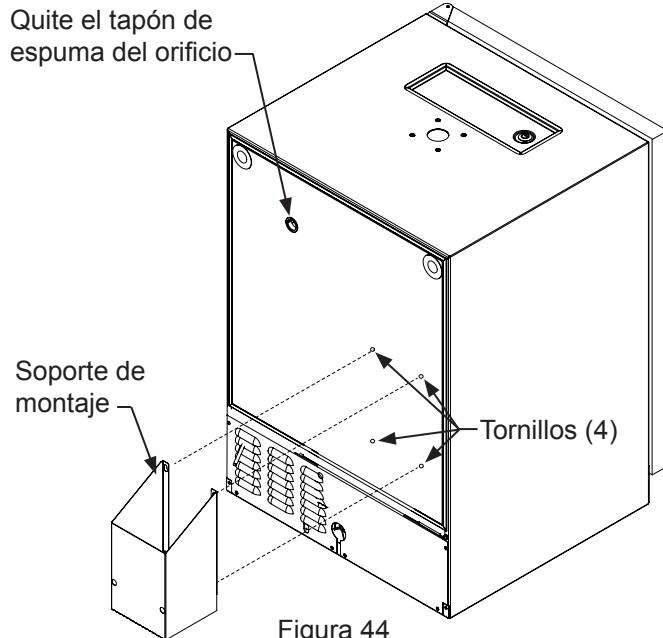

Figura 44
Monte los (4) tornillos (tornillos mecánicos de cabeza plana, #10-32 x ¾"), suministrados con el soporte, en la parte posterior del artefacto. Vea la Figura 44. No los apriete por completo. Coloque las ranuras tipo bocallave de las pestañas del soporte sobre los cuatro tornillos, y apriételos para sujetar el soporte a la parte posterior del gabinete. El soporte puede también sujetarse al gabinete adyacente mediante los tornillos para madera #10 x ¾" provistos.
Los tapones aislantes de espuma suministrados en los orificios son VITALES para el funcionamiento apropiado de la unidad y para evitar la acumulación de escarcha que puede causar daño al contenido de la unidad y/o del refrigerador. SIEMPRE vuelva a sellar el orificio de la línea de CO₂ (Figura 44) con los tapones de aislamiento suministrados después que se hayan instalado correctamente todas las líneas.
Quite el tapón de espuma del orificio, como se muestra en la Figura 44, y pase la línea roja de CO₂ a través de la pared posterior y hacia afuera de la cubierta del serpentín, en el interior del gabinete. Conecte la línea roja de CO₂ al acoplador del barril.